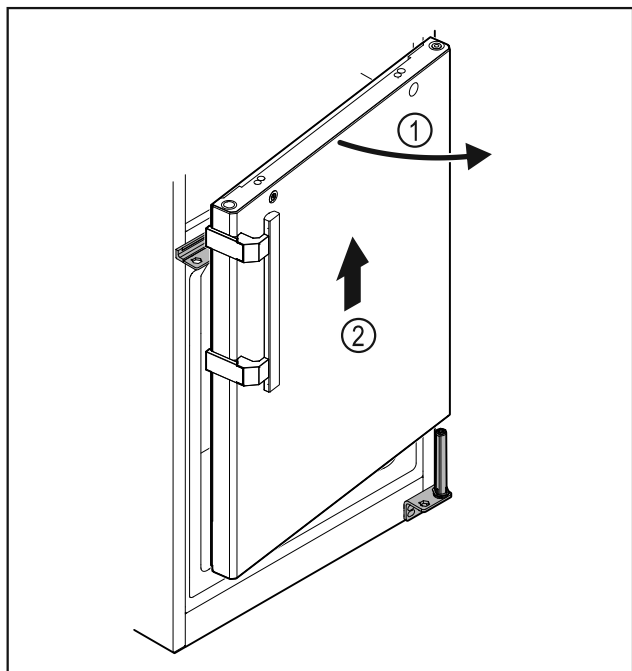

Fig. 23
- Mírně otevřete dvířka Fig. 23 (1), zvedněte je přibližně 200 mm rovně směrem nahoru a vyjměte je Fig. 23 (2).